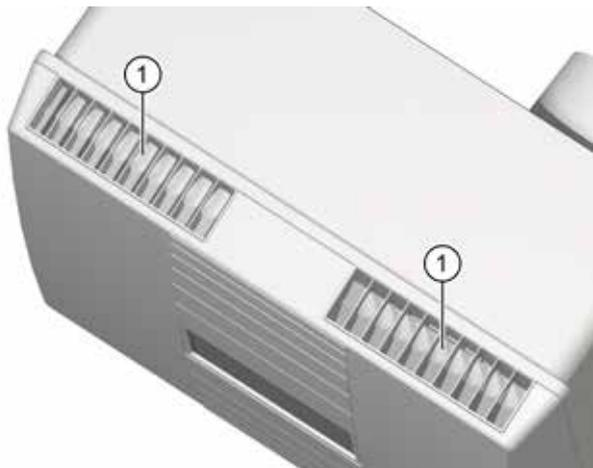
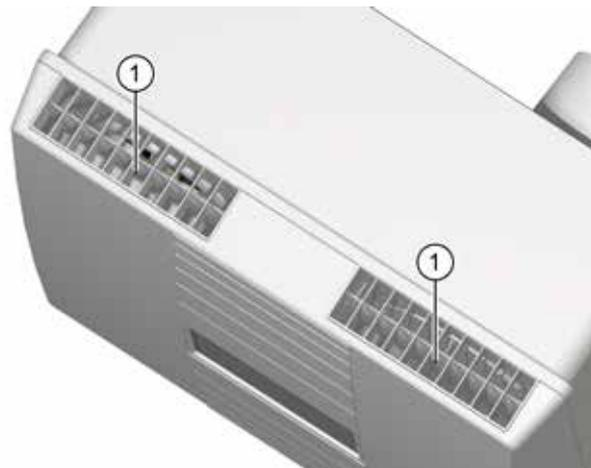

Fig. 11: Alette chiuse
Fig. 12: Alette aperte
- ▶ Controllare la posizione delle alette (vedere la Fig. 11 e la Fig. 12) nelle aperture dell'aria estratta e dell'aria inserita.
- Se l'apparecchio di ventilazione è spento o senza corrente, le due alette sono chiuse (vedere la pos. 1 nella Fig. 11).
- All'accensione si aprono le due alette (vedere la pos. 1 nella Fig. 12).